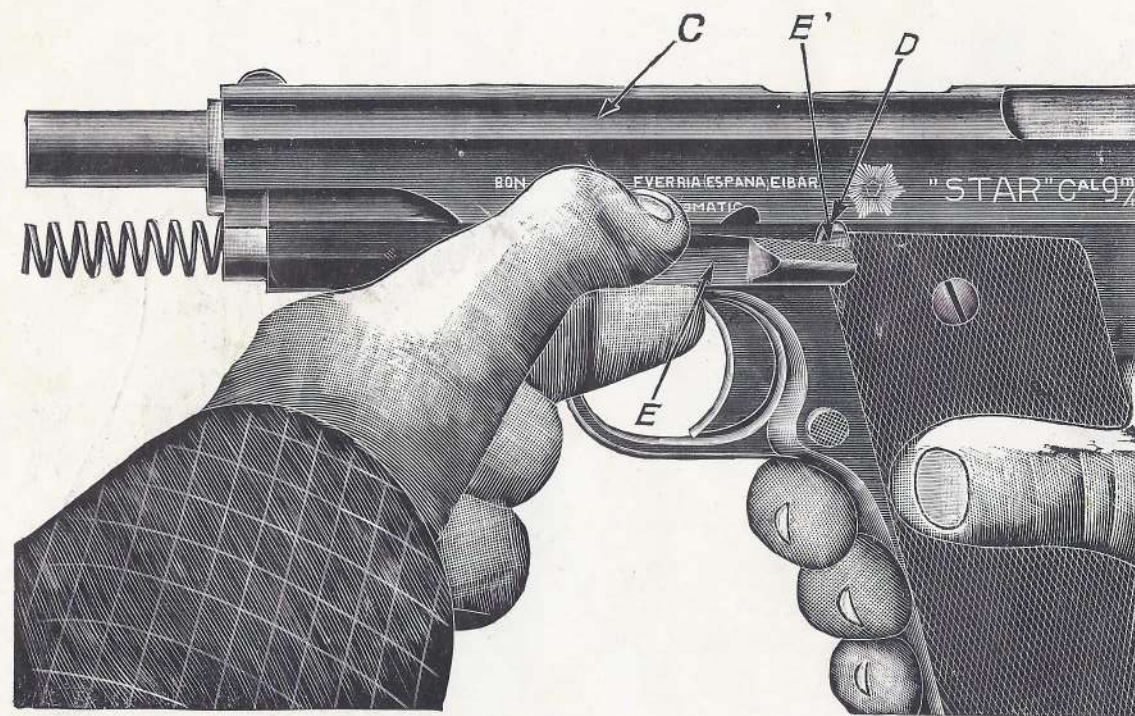

Figura 5.a
3.º Correr hacia atrás el cerrojo **C** hasta que su muesca **D** encuentre el pico **E'** de la palanca **E**; hágase que este pico penetre en la muesca, venciendo la resistencia del freno, en el momento que se extrae la palanca **E**, oprimiendo el saliente que presenta su vástago por el lado derecho de la pistola. (Véase figura 5.^a).